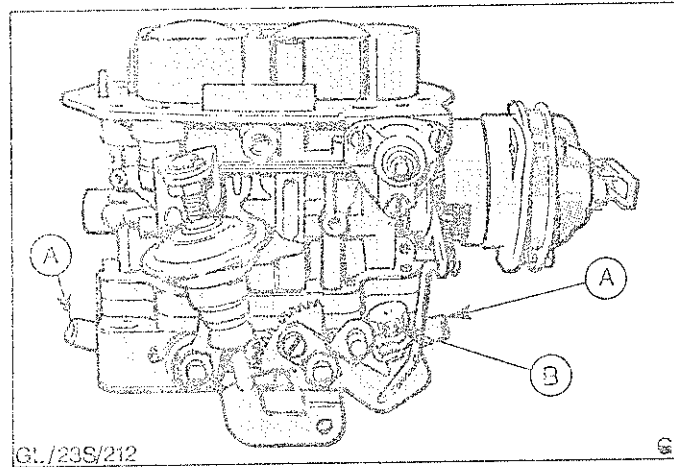

Abb.10 Lage der Grundleerlauf-Einstellschrauben
6. Leerlaufdrehzahl-Einstellschraube "B" in Abb.10 so justieren, daß die vorgeschriebene Leerlaufdrehzahl (siehe Technische Daten) erreicht wird.